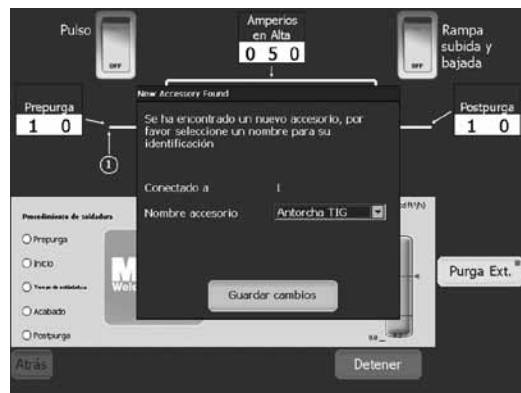

Fig. 1 - Pantalla auxiliar
7. Aparecerá una ventana auxiliar en la pantalla de la unidad M200. Seleccione **ANTORCHA TIG** de la lista desplegada. Fig. 1.